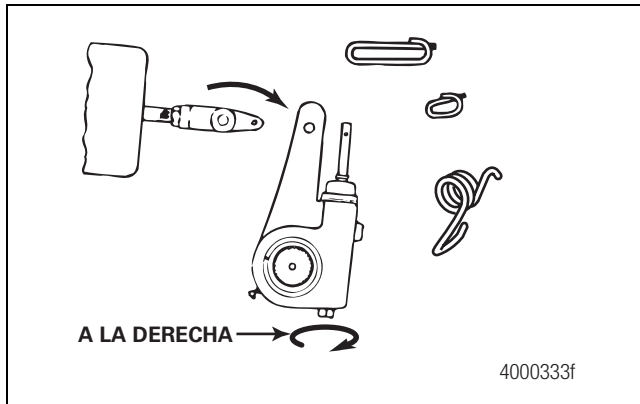

Figura 3.2
2. Utilice una llave de tuercas para girar la tuerca de ajuste manual A LA DERECHA hasta que las zapatas estén totalmente retraídas y la balata esté separada del tambor. Figura 3.2.